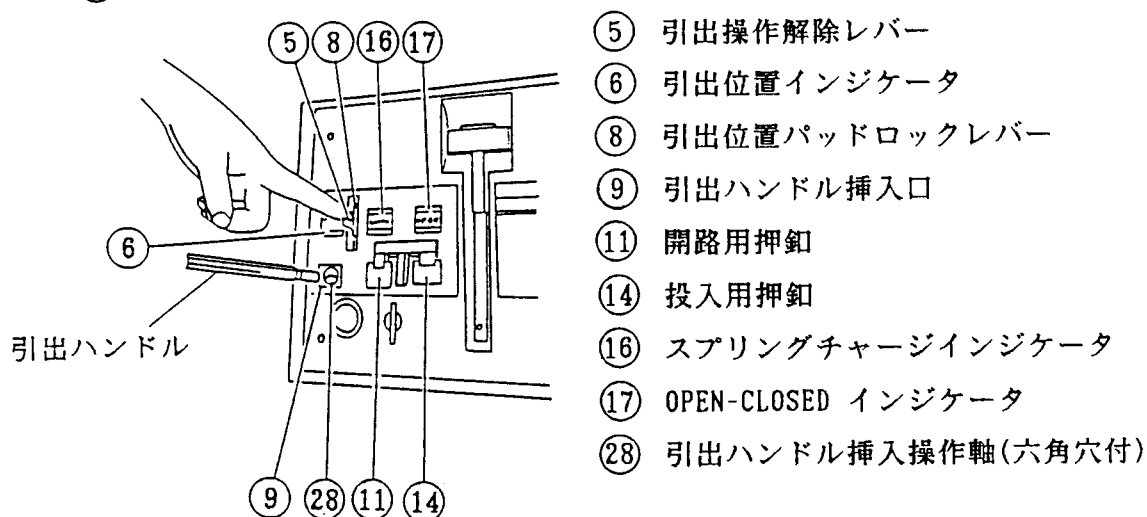

図 18. 引出ハンドル挿入口をあける方法
閉路(「CLOSED」)のときは、開路用押釦(図18 ⑪)を押して開路して下さい。
- 3) 引出操作解除レバー(図18 ⑤)を下側へ倒すと、引出ハンドル挿入口(図18 ⑨)のシャッターが開きます。
- 4) 引出ハンドルを引出ハンドル挿入操作軸(六角穴付)(図18 ⑳)に差し込み、反時計方向(銘板表示「OUT」方向)にまわすと、遮断器が引出されます。
このとき、引出操作解除レバー(図18 ⑤)は上側へ復帰しますが、そのまま、引出操作を進めて下さい。
引出位置インジケータ(図18 ⑥)は「TEST」を表示します。
1-2. 試験位置から断路位置への引出(SHEET NO.27 図18参照)
- 1) 遮断器を試験位置に引出した後、再度引出操作解除レバー(図18 ⑤)を下側へ倒して下さい。
このとき引出操作解除レバー(図18 ⑤)は上側へ復帰しますが、そのまま引出操作を進めて下さい。遮断器が断路位置まで引出されると、「カチッ」と機械音がして、遮断器はロックされ、引出ハンドルはまわすことができなくなります。引出位置インジケータ(図18 ⑥)は「ISOLATED」を表示します。